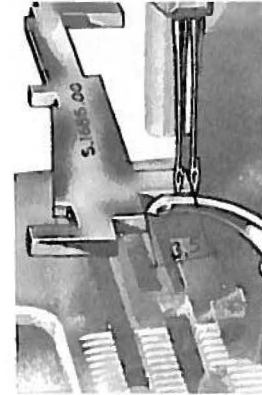
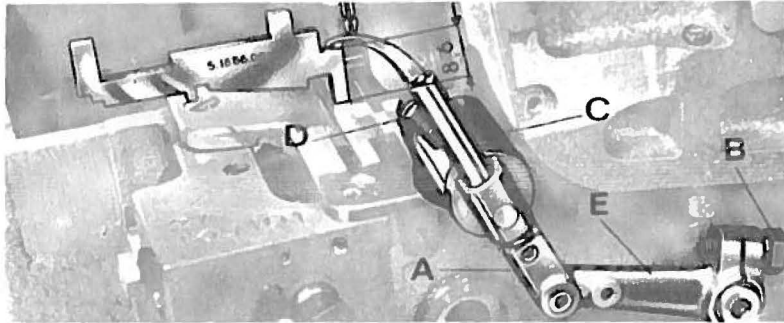

fig. 7
fig.8
**Nota:** Per ottenere la quota mm. 8,6 in fig. 8 bisogna ruotare verso il basso o verso l'alto la leva E, tenendo presente che così facendo diminuiscono o aumentano le quote della fig. 7.